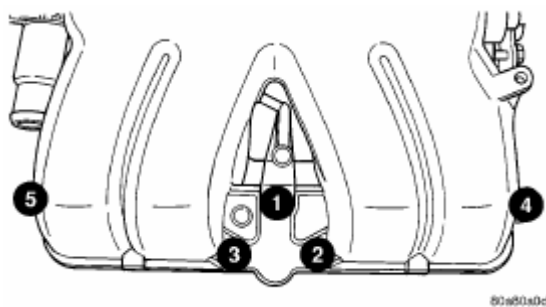

Рис. 98. Порядок затяжки верхнего впускного коллектора - 2.4L.
- (1) Очистить уплотнительные поверхности коллектора.
- (2) Нанести валик 1.5 мм (0.060 дюйма) герметика Mopart Gasket Maker по периметру направляющих отверстий нижнего впускного коллектора.
- (3) Установить верхний коллектор и затянуть винты крепления моментом 28 Н·м (250 дюм.фунт-силы) в последовательности, указанной на Рис.98. Повторить операцию для затяжки всех крепежных элементов указанным моментом.
- (4) Установить щуп проверки уровня масла.
- (5) Вставить верхний болт во впускной коллектор на передний опорный кронштейн.
- (6) Установить патрубок EGR.
- (7) Вставить тросики привода дроссельной заслонки в кронштейн.
- (8) Подсоединить дроссельную заслонку, контроль частоты вращения (если есть), тросики привода дроссельной заслонки.
- (9) Подсоединить вакуумные магистрали усилителя тормозов, LDP, датчика EGR и вакуумного бачка контроля скорости (если есть) на фитинги верхнего впускного коллектора.